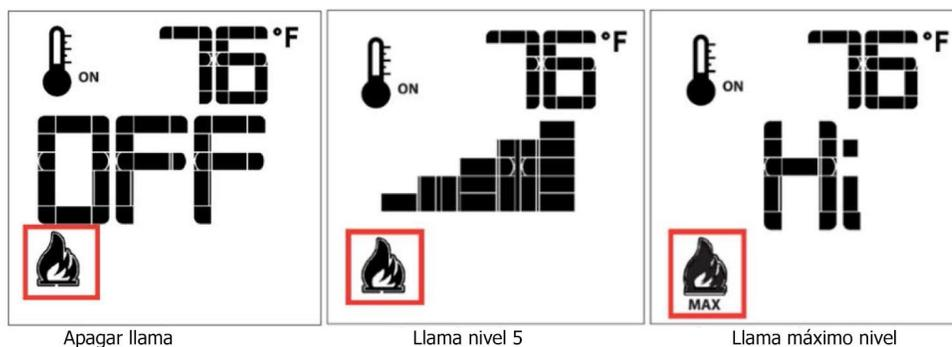
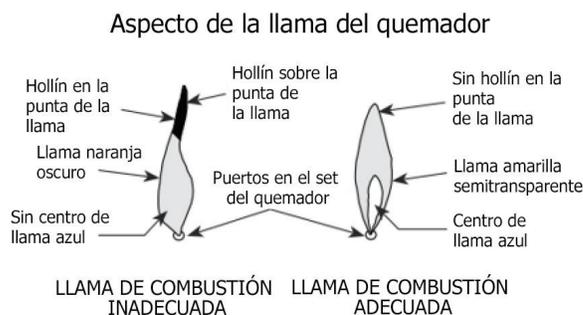

FIGURA 64
FIGURA 66
Pulse la tecla ON/OFF del control remoto (**Figura 62**). Un único pitido del módulo confirmará la orden. Pulse la tecla MODE hasta que el icono AUX sea visible (**Figura 63**). Presionando la tecla de flecha hacia arriba, el AUX se pondrá en "ON" y esto activará el ADC100 para encender el ventilador y el amortiguador. Presione la tecla MODE hasta que aparezca la pantalla de nivel de llama (**Figura 64**) y luego presione la tecla ON/OFF para apagar el sistema. El sistema del hogar se iniciará ahora una vez que se presione la tecla "ON" del control.
El sistema tiene seis (6) niveles de llama. Ver (**Figura 66**) para un ejemplo. Con el sistema encendido y el nivel de la llama al máximo en el dispositivo, al pulsar la flecha hacia abajo una vez se reducirá el nivel de la llama cada vez que se pulsa hasta que se apague. La flecha hacia arriba aumenta el nivel de la llama cada vez que se pulsa. Si se pulsa la flecha hacia arriba mientras el sistema está encendido, pero la llama está apagada, la llama se encenderá en el nivel más alto (**Figura 64**). Un único "bip" confirmará la recepción de la orden.
Ajustar el dispositivo para que las llamas se vuelvan anaranjadas antes puede dar lugar a una mala combustión, a la formación de hollín y a una situación peligrosa. Ver (Figura 66) que muestra la apariencia adecuada de la llama.